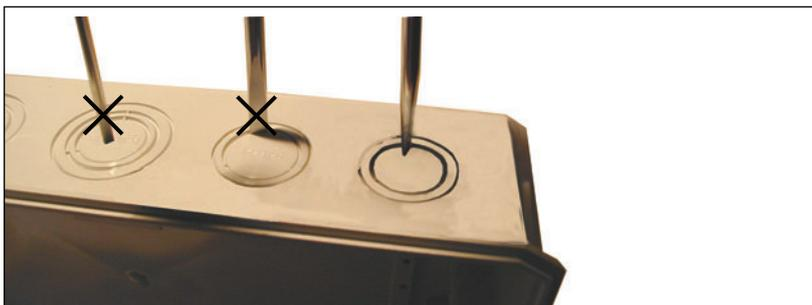

Fig. 19
- Défoncer les entrées de câbles prédécoupées à l'aide d'un tournevis placé verticalement dans la partie la plus proche du fond du coffret (Fig. 19).